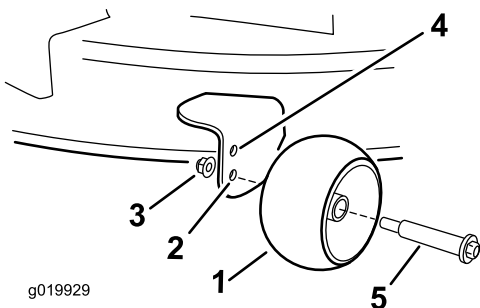

Рисунок 28
- Верхнее отверстие — используйте это положение, когда высота скашивания деки газонокосилки установлена в положение 63 мм и ниже (Рисунок 28).
- Нижнее отверстие — используйте это положение, когда высота скашивания деки газонокосилки установлена в положение 76 мм и выше (Рисунок 28).